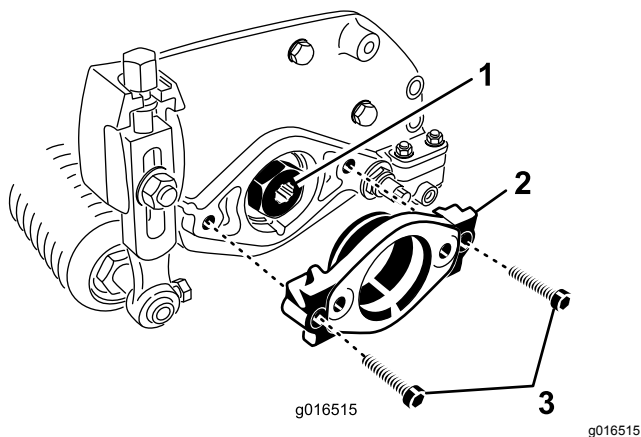

Figura 8
2. Rimuovete i 2 bulloni a testa Allen che fissano il supporto del motore all'estremità sinistra dell'apparato di taglio. Rimuovete il supporto motore (Figura 8).
3. Applicate del grasso sulla sezione interna della scanalatura di trasmissione (Figura 8).
4. Sull'estremità sinistra dell'apparato di taglio, applicate un leggero strato d'olio sull'O-ring, quindi montate il supporto del motore con i 2 bulloni a testa Allen rimossi in precedenza (Figura 8). Serrate i bulloni a 16–20 N·m.